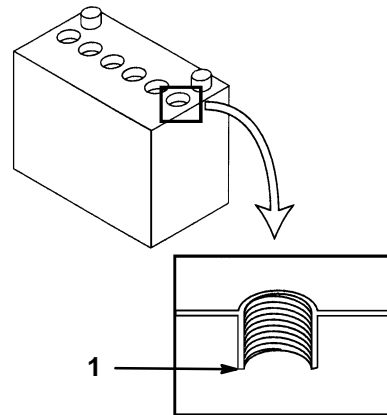

Figure 52
4. Ouvrir les couvercles pour voir l'intérieur des éléments. L'électrolyte doit arriver jusqu'au bas des tubes (Fig. 52). Ne pas laisser le niveau de l'électrolyte descendre en dessous du sommet des plaques.
2. Soulever les couvercles des éléments et les déposer (Fig. 52).
3. Verser lentement de l'eau distillée dans chaque élément de la batterie jusqu'à ce que le niveau arrive au bas du tube (Fig. 52).